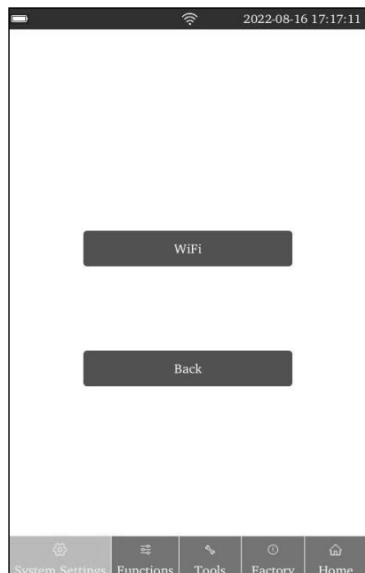

Fig 11
- 3) Toque em "**Net Set**" para acessar. (Ref Fig 11) toque em "**WiFi**" para acessar a interface de configuração wifi. (Ref Fig 12)